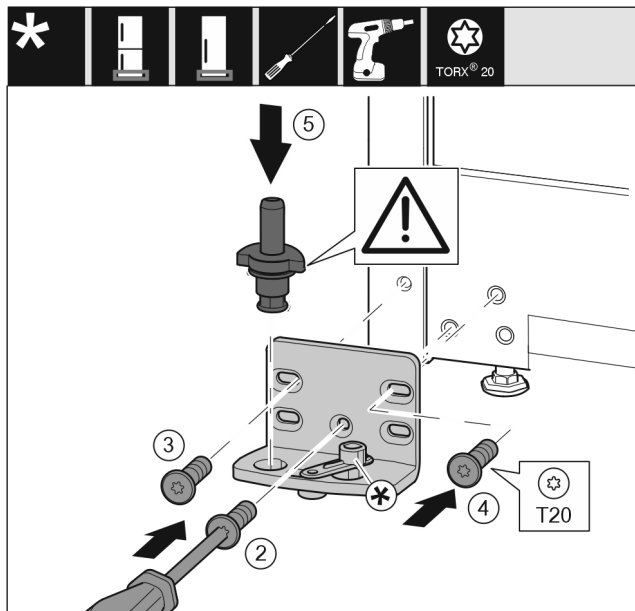

Fig. 18
- ▶ Εφαρμόστε το στήριγμα στην άλλη πλευρά και βιδώστε το με τη βοήθεια ενός κατσαβιδιού. Αρχίστε με τη βίδα Fig. 18 (2) κάτω στο κέντρο.
- ▶ Σφίξτε τη βίδα Fig. 18 (3) και τη βίδα Fig. 18 (4).
- ▶ Τοποθετήστε ολόκληρο τον πείρο Fig. 18 (5). Βεβαιωθείτε ότι το έκκεντρο ασφάλισης είναι στραμμένο προς τα πίσω.